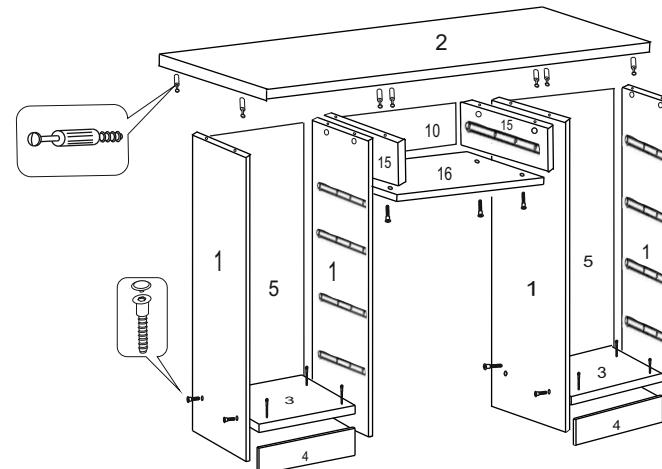

Рис.3 Сборка стола
В отверстия на крышки (дет. 2) вверните винты минификса №1 рис.3.
Установите крышку (дет. №2) на ранее собранную конструкцию, вставив винты минификса №1 в отверстия с эксцентриками №2 и повернув эксцентрик по часовой стрелке до упора с помощью отвертки. рис.3.
2. Каждая направляющая состоит из двух съёмных, зафиксированных частей. Потому возьмите и отодвиньте ножку фиксатора вниз и аккуратно вытащите съёмную часть направляющей.(рис.3а).
3. Теперь у нас каждая направляющая состоит из двух съёмных частей (рис.3б). Съёмные части №1 крепятся к боковине ящика, а части №2 к боковине ниши, где будет ящик. Съёмная часть направляющей №1 крепится к боковой стенке ящика. У нас она крепиться посередине ящика на саморезы 3,5x15.(рис.3в).
- 7. Теперь как установить шариковые направляющие к боковине ниши. Передняя часть направляющей должна быть заглублена на 29 мм относительно края боковины ниши, на которую крепится направляющая (рис.3в).
рис.3а
рис.3б
рис.3в